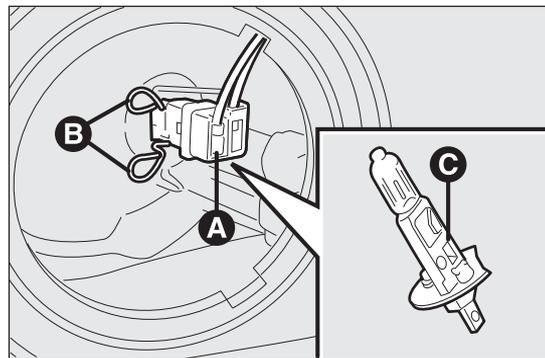

Abb. 191
- den mittleren elektrischen Verbinder A Abb. 191 abziehen, und die Feder der Lampenhalterung B lösen;